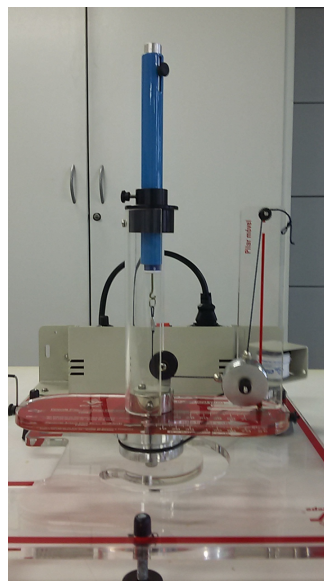

Figura 2: Exemplo da montagem com uma força aplicada à massa pendular.
8. Segure o corpo pendular de modo que o fio que o prende fique alinhado à linha registrana no pilar. Suba o dinamômetro de modo a aplicar uma força conhecida F_1 sobre a massa pendular e solte-a, com cuidado. Fixe o dinamômetro com o parafuso. Observe que ao soltar a massa pendular ela se deslocará para a esquerda. **Não se preocupe.** O valor que nos interessa será aquele indicado no dinamômetro quando a massa pendular voltar a se posicionar na distância inicial R e o seu fio de suspensão estiver alinhado à linha registrada no pilar. Anote o valor de F_1 em sua folha de dados. Veja a figura 2.